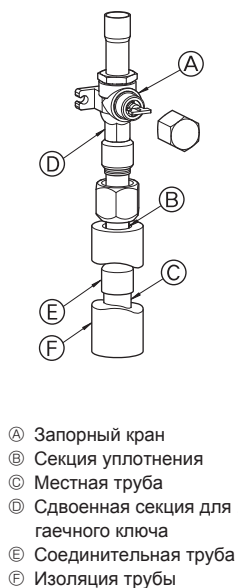

Fig. 4-3
- 3 Для соединения труб со стороны газа необходимо выполнить следующие операции. (Fig. 4-3) (SHW230)